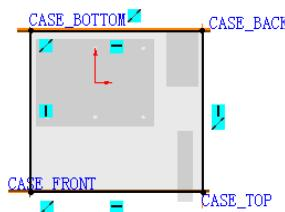

图 17.4.12 截面草图
Step2. 完成上步操作后，系统将自动选择“草图绘制”命令。选择 CASE_LEFT 为草图平面，绘制图 17.4.12 所示的草图。